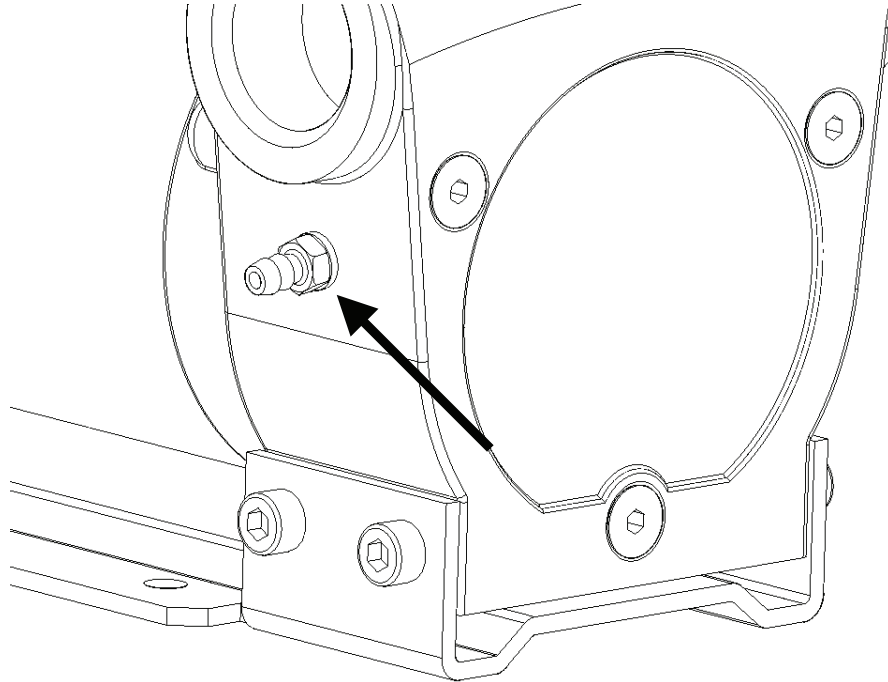

Fig. 3-2: Embout vissé, pour le montage de "l'anti-siphonnage"
- Dans ce taraudage, visser l'embout fileté avec le nouveau joint (s. Fig. 3-2).